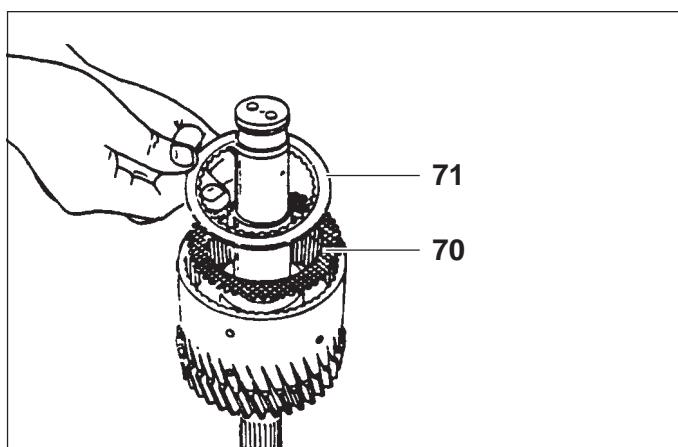

Fig. 24
- 1) Montare sulle sedi del pistone (68) gli anelli OR (49) e (69).
- 2) Introdurre il pistone (68) all'interno della campana frizione. Montare sull'albero (48) la molla (73) e l'anello (87).
- 3) Montare l'anello elastico (84), con l'attrezzo (1575152002802) spingere, con una pressa manuale, l'anello (84), comprimendo la molla fino a calzarlo nella sede sull'albero (48).
- 4) Montare sulla campana frizione dell'albero (48) il disco (70) facendo attenzione che la superficie di attrito sia rivolta verso il pacco frizione. Montare quindi alternativamente i dischi (71) e (72). Verificare che l'ultimo disco montato (70) abbia una sola faccia sintetizzata e che questa sia rivolta verso il pacco frizione (Fig. 24).
- 1) Assemble the OR rings (49) and (69) on the piston (68).
- 2) Put piston (68) inside clutch housing, then piston spring (73) and thrust washer on shaft (48).
- 3) By use of tool (1575152002802), compress piston spring till enough clearance is obtained to insert snap ring (84) in its place.
- 4) Insert sintered plate (70) in clutch housing gear (48) being careful to turn the friction surface towards the clutch set. The mount alternately inner steel plate (71) and outer sintered plate (72). Check that last plate (70), of clutch pack has only one sintered face and that this is turned towards clutch set (Fig. 24).